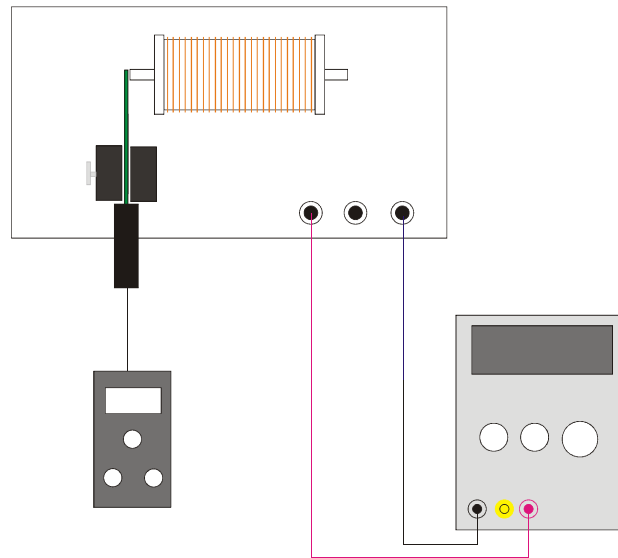

Fig. 2: Montaje experimental "Medición estática"
- Se conectan la fuente de alimentación, la bobina y el teslámetro de acuerdo con la Fig. 2.